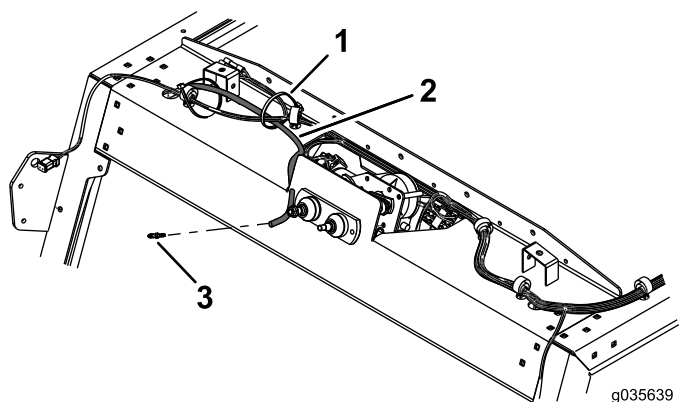
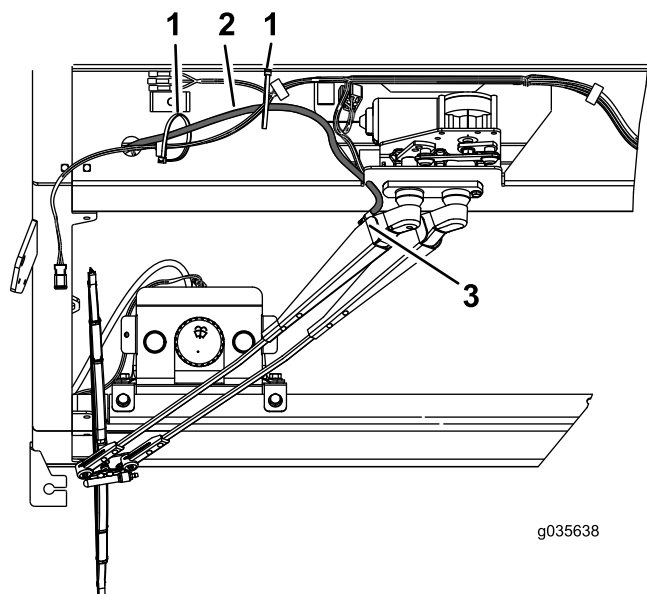

Figure 10
Figure 11
7. Insérez l'embout cannelé dans le flexible sur le moteur de la pompe et reliez-le au bras d'essuie-glace (Figure 10 et Figure 11).
8. Attachez le flexible au faisceau de câblage à l'aide des serre-câbles, comme montré à la Figure 11.